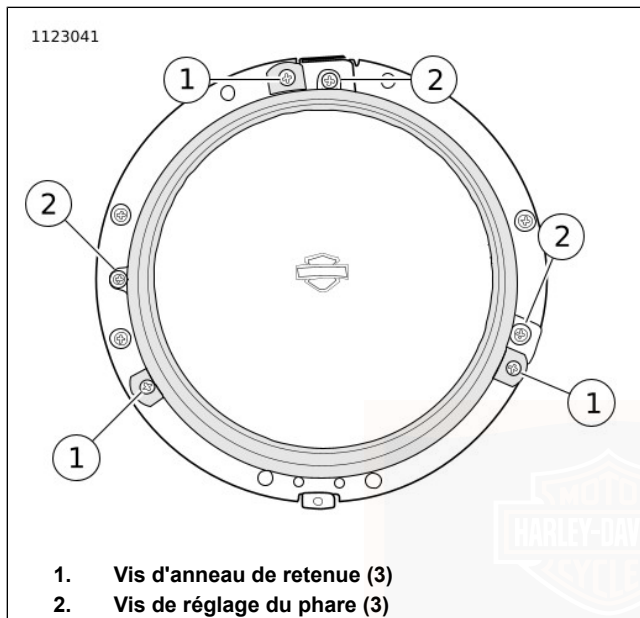

Figure 97. Anneau de retenue du phare
3. Voir Figure 97. Retirer les vis (1) d'attache de l'anneau de retenue.
2. Voir Figure 97. Attacher l'ensemble de phare avec l'anneau de retenue et les vis (1). Serrer.